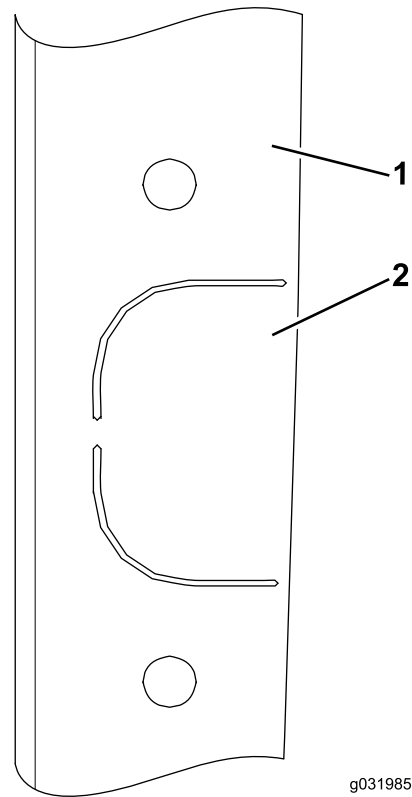

Bild 48
1. Entfernen Sie den Ausschnitt mit einem Schneidwerkzeug von der Seitenplatte (Bild 48).